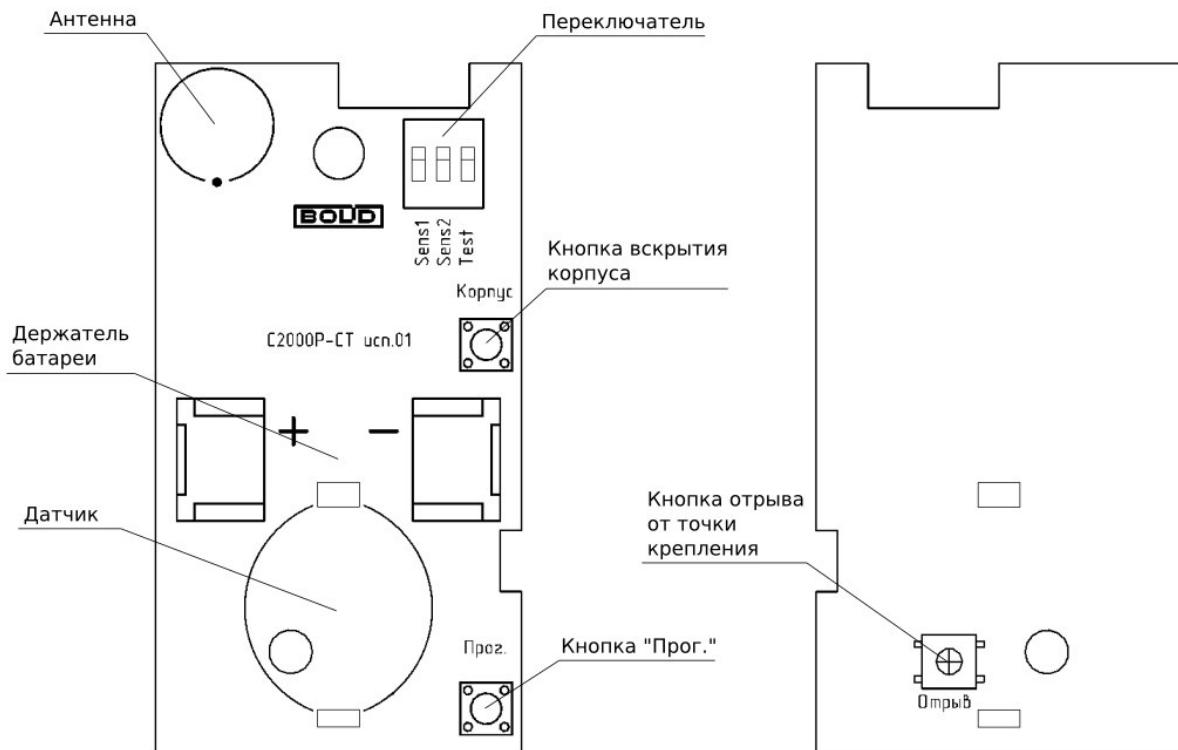

Рисунок 2.2 Расположение элементов на плате
На плате извещателя располагается элемент питания и органы управления прибором (см. Рисунок 2.2):
- Зажать кнопку «Прог.» на плате извещателя (см. Рисунок 2.2) на время более 3 секунд.
Настройка чувствительности извещателя осуществляется при помощи переключателя, расположенного на плате прибора (см. Рисунок 2.2).